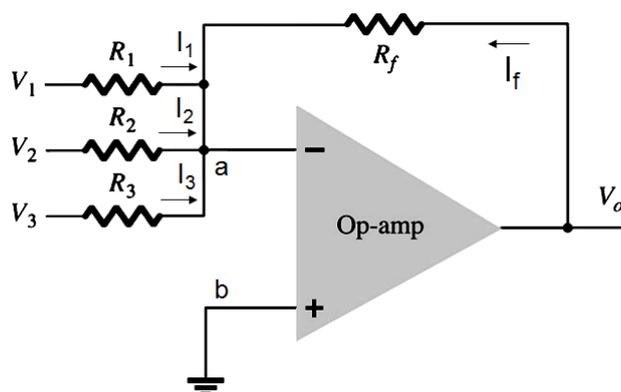

Figura 3.22 – AOP somador inversor de 3 entradas (BOYLESTAD e NASHELSKY, 2004).
A Figura 3.22 apresenta a topologia de um AOP somador inversor de 3 entradas. O ganho do circuito é definido pela relação entre o resistor de realimentação R_f e o resistor de cada entrada.
► EF 32 – Calcular a tensão de saída do circuito da Figura 3.22, para as seguintes situações: